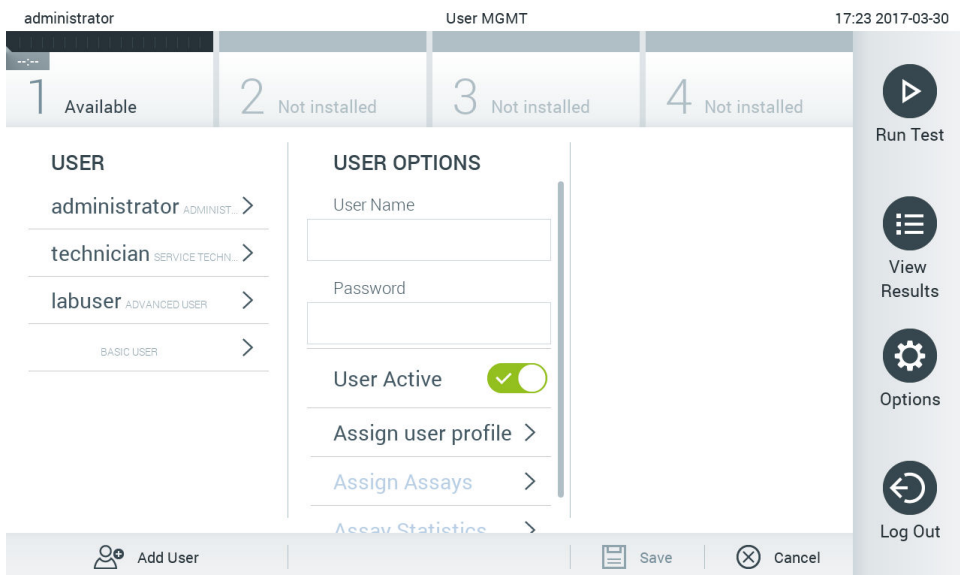

图 64. 添加新用户。
1. 按下 Options（选项）按钮，然后按下 User Management（用户管理）按钮来配置用户。显示屏的内容区域会出现 User Management（用户管理）屏幕（图 64）。